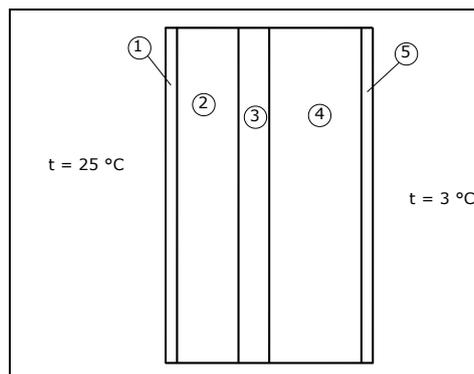

fig.2
- 5) Calcolare lo spessore dell'isolante (strato 3) della parete disegnata in fig. 2, affinché la potenza specifica che attraversa la parete sia  $Q = 11,7$  [W/m2]